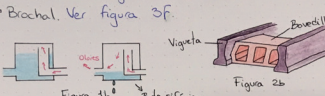

Figura 4b
- Bote esférico. Evita la salida de moho obres. Ver Figura 4b.